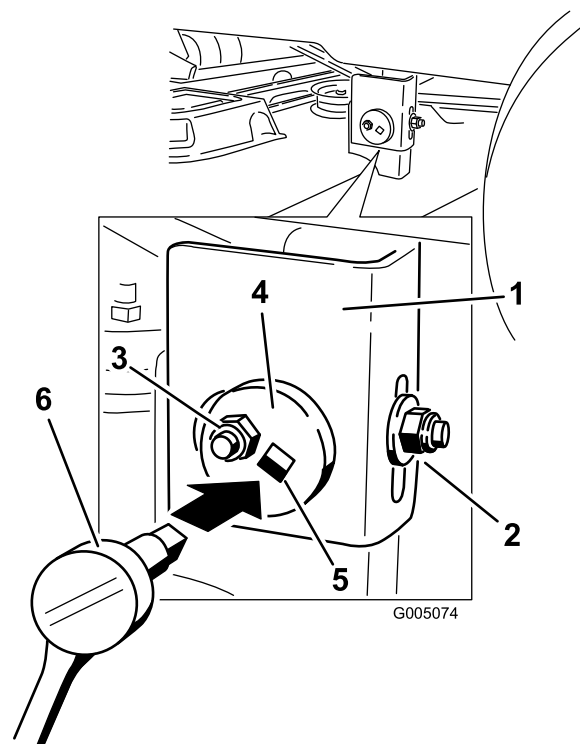

Figura 40
- 7. Sul lato sinistro della macchina. Allentate, ma non togliete, il dado di bloccaggio posteriore sul supporto di sospensione (Figura 40).
- 8. Allentate il dado di bloccaggio laterale sul supporto di sospensione appena a sufficienza per poter regolare la piastra centrale (Figura 40). Utilizzate una prolunga di 9,5 mm (3/8 poll.) su una chiave a tubo per manovrare la piastra centrale. Utilizzate la chiave per riposizionare l'altezza del piatto di taglio e regolare l'altezza desiderata.
- 9. Fermate il piatto di taglio nella posizione regolata e serrate il dado di bloccaggio laterale sul supporto di sospensione per fissare la nuova posizione (Figura 40).